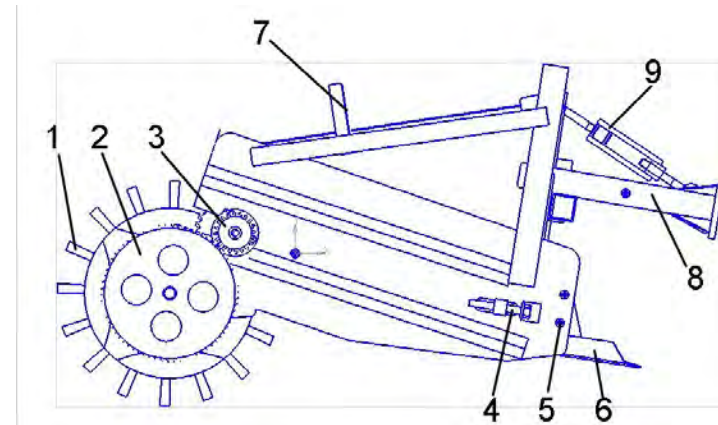

Рисунок 1 – Основные узлы картофелекопателя КМ-4
Подрезанный лемехом пласт грядки поступает на транспортер машины. На транспортере пласт подвергается крошению и просеиванию между прутками за счет вращательный колебаний осуществляемых приводом ведущего вала. Не просеявшиеся комки (диаметр более 25мм) почвы, клубни картофеля и ботва выбрасываются на поверхность поля по следу машины. С помощью грунтозацепов 1 (рис. 1) картофелекопатель перемещается копируя рельеф поля, а также происходит передача крутящего момента на вал транспортера.
Регулировка глубины хода лемеха осуществляется при помощи регулировочного винта (поз.5, рис. 1). Для регулировки винт необходимо ослабить, перевести лемех в желаемое положение, и затянуть регулировочный винт. Так-же на величину заглубления картофелекопалки влияет общий угол наклона картофелекопалки. Для его изменения необходимо произвести регулировку сцепки с помощью талрепа (поз.9, рис. 1). Раскручивание талрепа приведет к уменьшению общего угла атаки, закручивание – к увеличению общего угла атаки картофелекопалки.
Привод транспортера осуществляется по средствам зубчатой передачи от оси грузозацепов (поз.1, рис. 1) к ведущей оси транспортера.
- 1) Сцепку картофелекопателя (поз.8, рис. 1) перевести из транспортировочного положения в рабочее, для этого необходимо ослабить болты крепления сцепки, и повернуть сцепку на 180° таким образом, чтобы крайняя точка сцепки выступала за габариты картофелекопалки. После этого необходимо затянуть болты крепления.
- 5) Плавность хода транспортера и его степень натяжения регулируется с помощью болтов- натяжителей (поз.4, рис. 1) ведомой оси транспортера.
- б) При необходимости, для улучшения заглубления, навесить на трубки крепления грузов (поз.7, рис. 1) утяжелители массой от 10 до 25 кг.